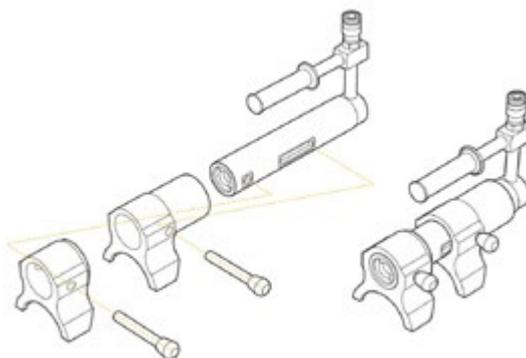

Рис. 5.7.9
**7.** Сменить расширительную насадку на гидроцилиндре на тиски (установить опорную и подвижную губки, закрепить их фиксаторами) (рис. 5.7.9).